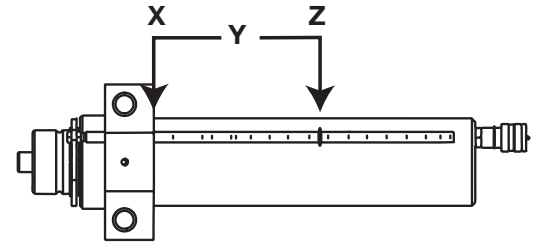

Figure 16
- Déplacer l'anneau en caoutchouc vers la position  $Z$  qui a été calculée. (Fig. 16)